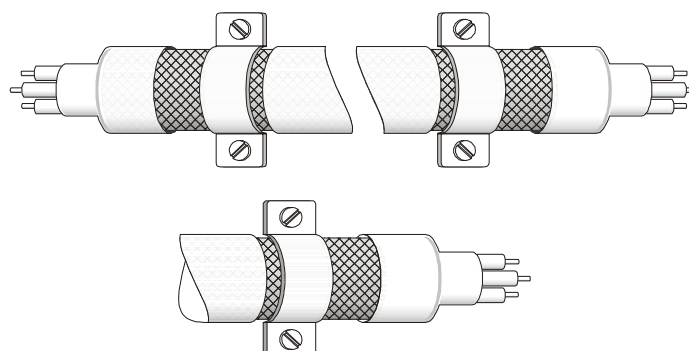

Figura 7-77
3. Conecte corretamente o fio blindado de trança de cobre do cabo do motor com a placa de metal. Use alças de dois orifícios para fixar ambas as extremidades do fio blindado de trança de cobre do cabo do motor na placa de metal. Veja a Figura 7-77.